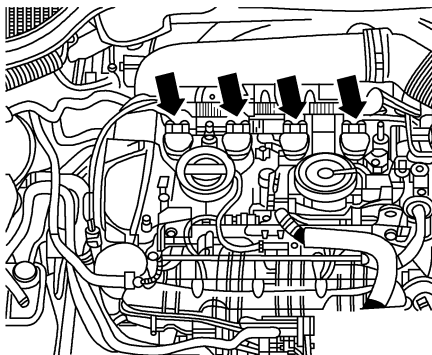

图 2-2-4 拆卸点火线圈插头
- 2) 将插头连接(箭头)从点火线圈上拔下，如图 2-2-4 所示。